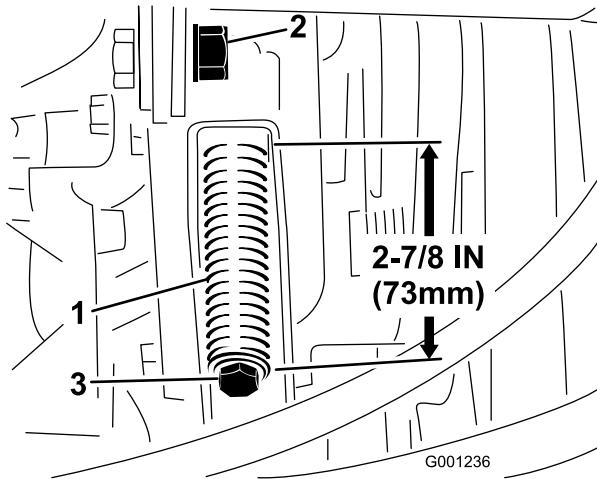

Bild 73
3. Lösen Sie die Klemmmutter der Spannstange (Bild 73).
4. Spannen oder lockern Sie die Riemenspannungsfeder mit einem 1/2"-Schraubenschlüssel (Bild 73). Stellen Sie die Feder auf eine Länge von 73 mm ein.
4. Lösen Sie die Riemenspannfeder vollständig mit einem  $\frac{1}{2}$ "-Schraubenschlüssel (Bild 73).
6. Legen Sie den neuen Zapfwellenriemen auf und ziehen die Riemscheibe auf eine Länge von 73 mm an (Bild 73).
7. Ziehen Sie die Klemmmutter fest (Bild 73) und schließen Sie die Motorhaube.